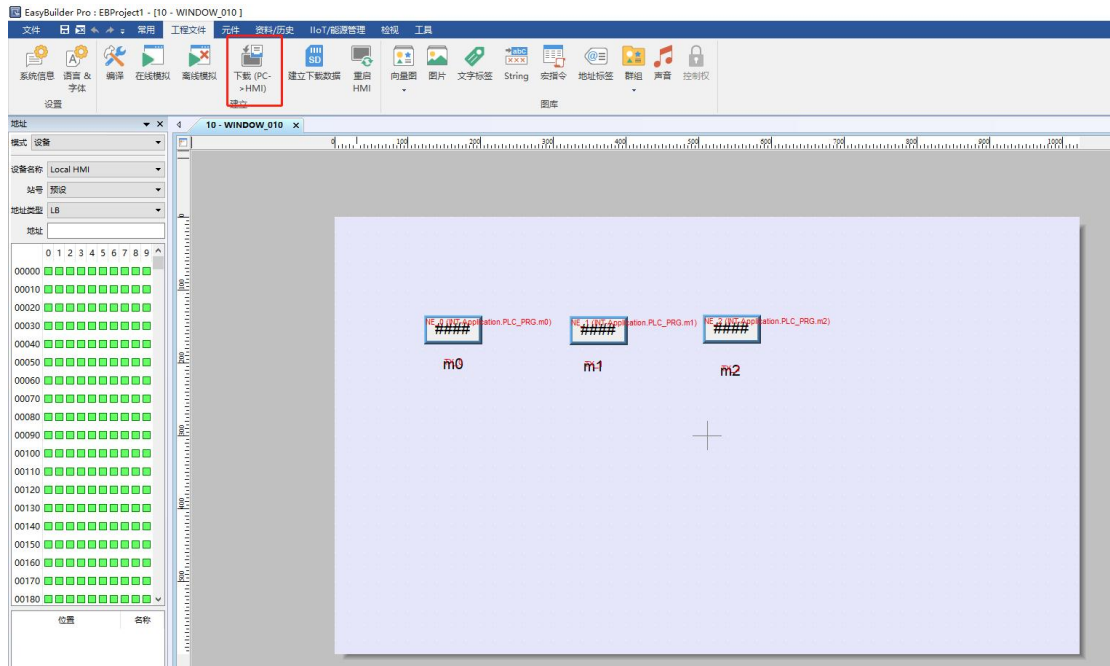

图 13.52 触摸屏界面
11) 依次选择 m1 和 m2，触摸界面如图 13.52 所示。然后运行 PLC 程序。